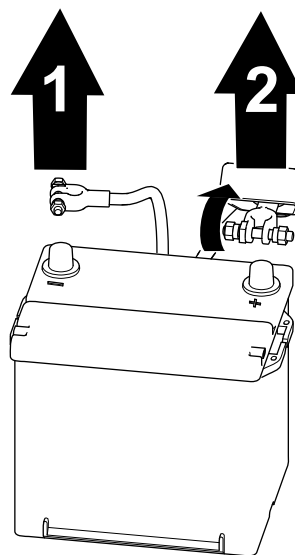

図 59
1. バッテリー端子から、マイナスケーブルを外す図 59。
2. バッテリーのプラスケーブルについている絶縁カバーを外して、プラスケーブルをバッテリーから外す図 59。